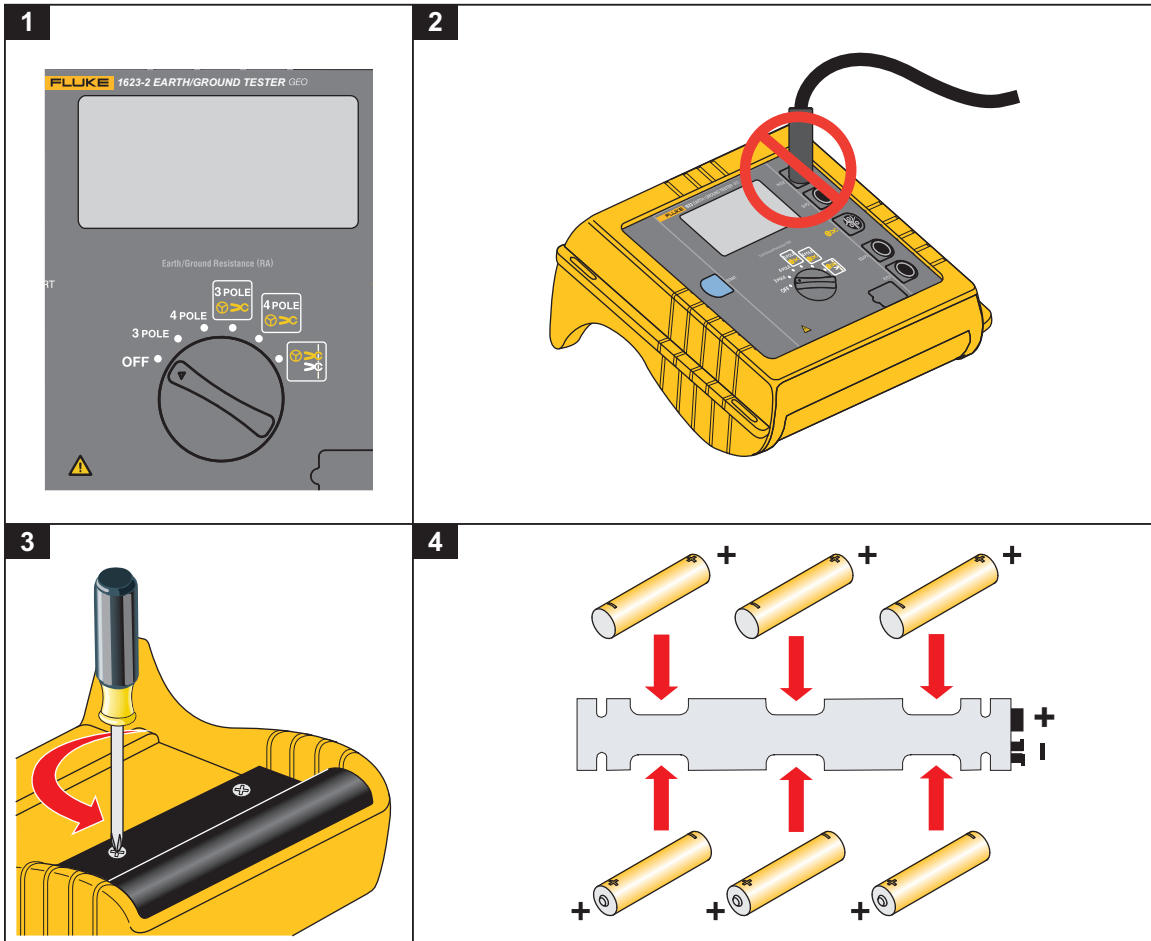

Figura 2. Inserción de las baterías
1. Desconecte el instrumento, consulte la Figura 2.